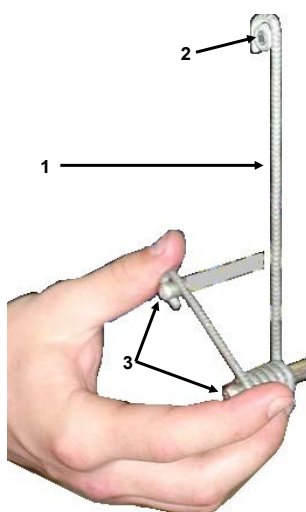

Рис. 3. Установка «Фиксатора для кассет» на кронштейн МТОК-А1:
2.3. На концы стального кронштейна муфты МТОК-А1/216 устанавливают «Фиксатор для кассет» (см. рис. 3).